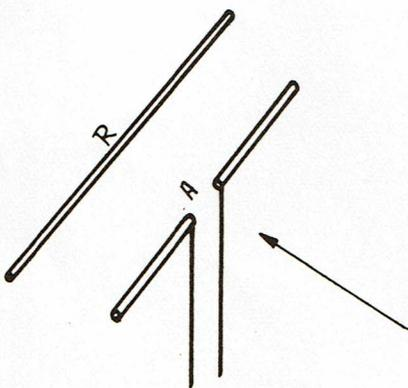

Fig. 5
- Dipôle simple avec réflecteur (fig. 5) :